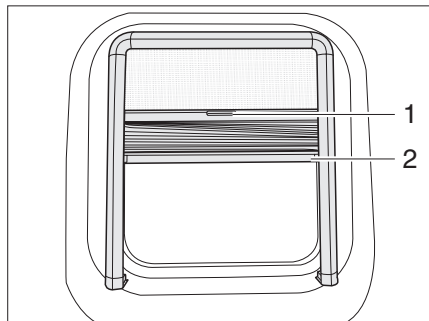

Bild 30 Ausstellfenster mit Dämpfung, geöffnet
- ▶ In die Einkerbung (Bild 30,2) fassen und Verdunklungsrollo von oben nach unten bis zur gewünschten Höhe ziehen.
- ▶ In die Einkerbung (Bild 30,2) fassen und Verdunklungsrollo nach oben schieben.
- ▶ Insektenschutzrollo an dem Griff (Bild 30,1) nach unten ziehen.
- ▶ Insektenschutzrollo an dem Griff (Bild 30,1) nach oben schieben.